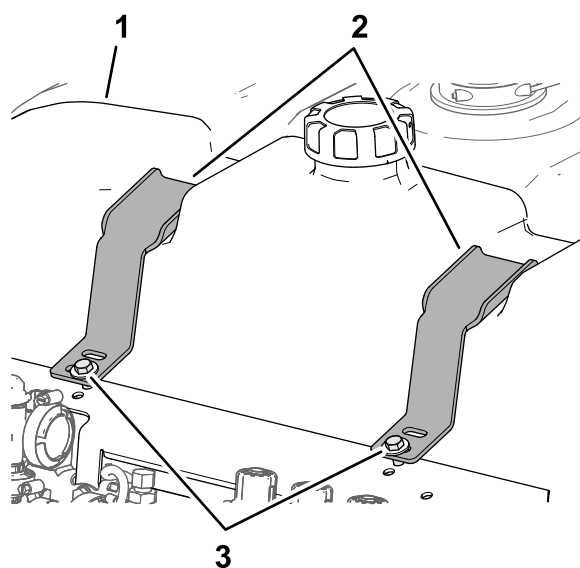

Figura 43
1. Riempite di acqua pulita il serbatoio di lavaggio (Figura 43).
2. Verificate il gioco tra gli ancoraggi e il serbatoio di lavaggio (Figura 43).
3. Se rilevate del gioco tra gli ancoraggi e il serbatoio di lavaggio, serrate il bullone (o bulloni) e il dado (o dadi) di bloccaggio flangiato fino a quando gli ancoraggi non sono comodamente in sede contro il serbatoio di lavaggio (Figura 43).